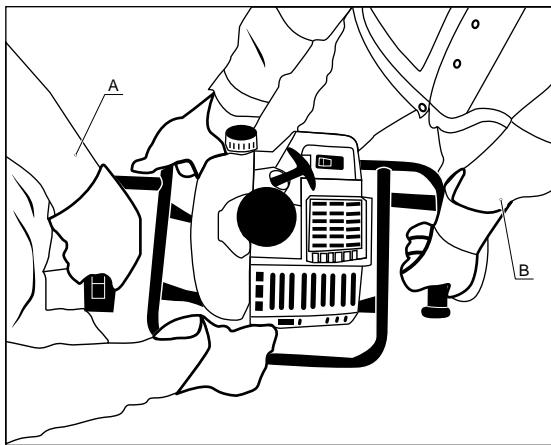

Рис. 8
7. Бурение скважин диаметром более 150 мм или глубиной более 1 м рекомендуется проводить двоем, силами оператора и помощника. Оператор (A) направляет мотобур (рис. 8), удерживая его за рукоятку с курком газа и раму. Помощник (B) помогает ему и направляет мотобур, удерживая его за другую рукоятку и раму, находясь с противоположной стороны.